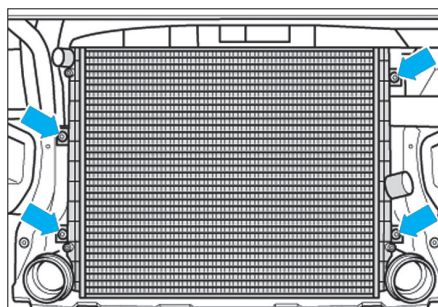

Fig. 56
- Déposer le radiateur de refroidissement (Fig.56).